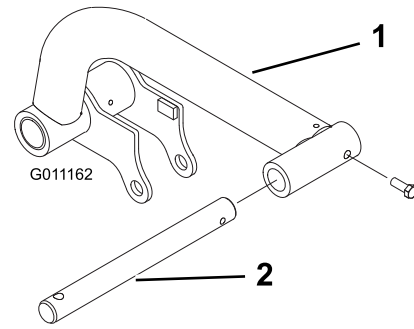

Figura 14
2. Inserite un'asta orientabile in ogni braccio di sollevamento e allineate i fori di montaggio (Figura 14).